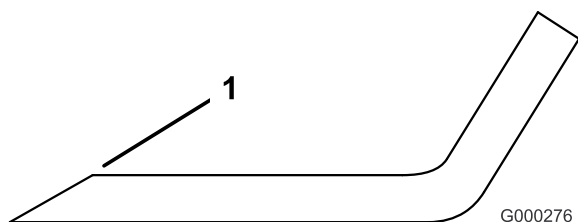

Figura 90
3. Esamine l'affilatura di tutte le lame e affilate se risultano smussate o scheggiate (Figura 90).
Nota: Affilate soltanto la parte superiore del tagliente e mantenete l'angolo di taglio originale per garantire l'affilatura (Figura 90). La lama rimane bilanciata soltanto se viene rimossa una quantità uguale di metallo da entrambi i taglienti.